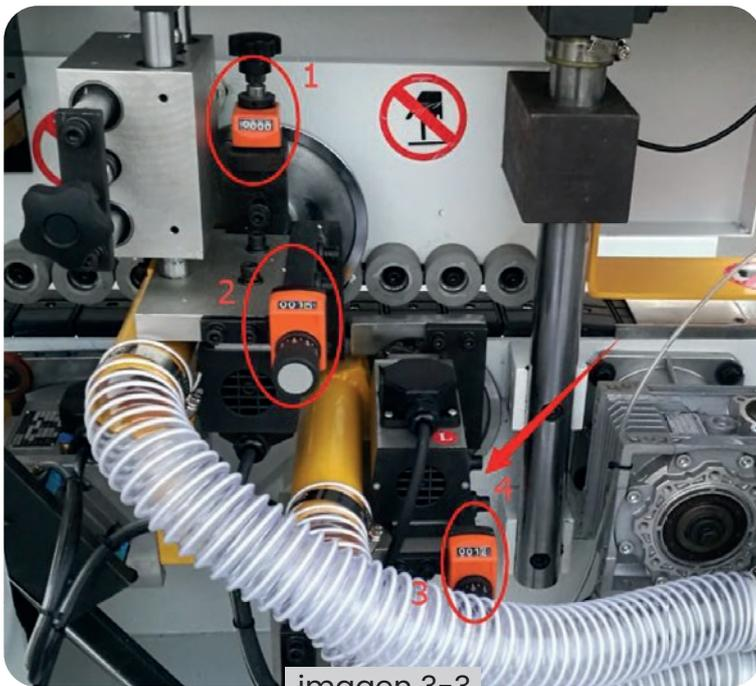

imagen 3-3
3. Ajuste la rueda para asegurar que el número coincida con el grosor de la banda. El grosor estándar es de 0.06 in; sin embargo, 0.03 in, 0.04 in y 0.08 in también son aceptables. Puede probar estas opciones primero (ver imagen 3-3).